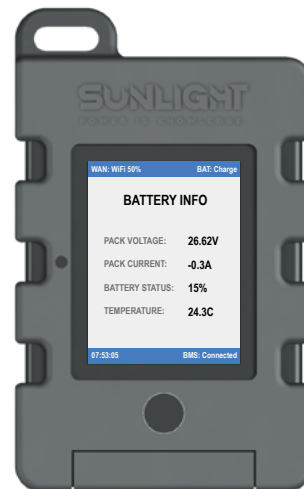

Bild 23 Fulladdat batteri i Compact Display Telecommunication Box
- När batteriet är fulladdat visar Compact Display Telecommunication Box detta, Bild 23.